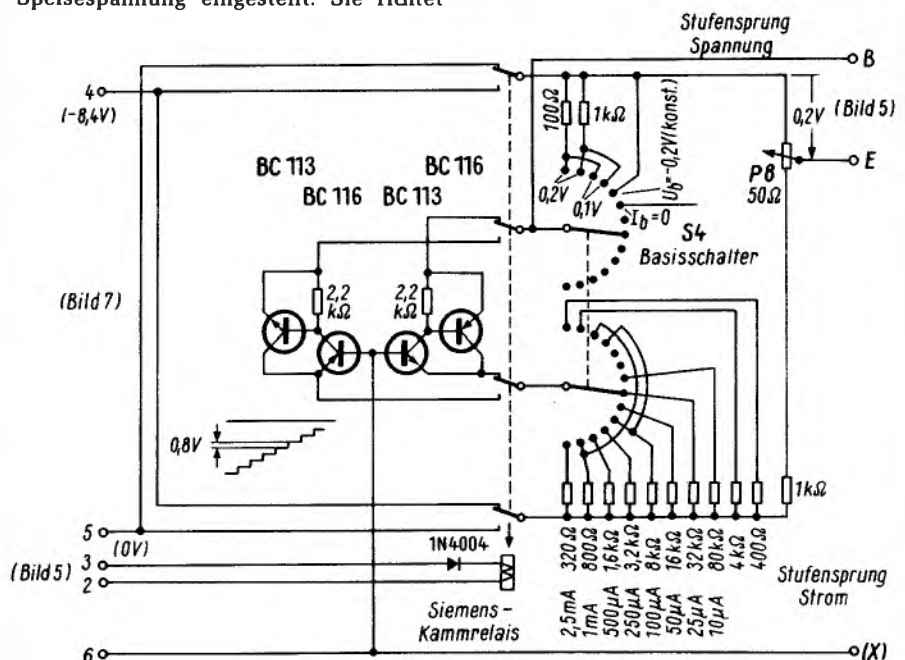

Bild 10. Umschaltung für die Basisansteuerung mit Spannungs-Strom-Umsetzer
Diese Stufe (Bild 10) schließt sich an den Treppenspannungsgenerator an. Sie erhält über die Klemmen 4 und 5 ihre stabilisierte Speisespannung und über die Klemme 6 die Treppenspannung mit einem Stufensprung von 0,8 V. Diese Spannung ist auch an die Buchse (X) herausgeführt und dient zur Aufnahme von Transistor-Eingangs-Kennlinien (Bild 11g und 11h). Über die Klemmen 3 und 2 wird die Spannung vom Wahlschalter S 3 (Bild 5) für die Betätigung des Kammrelais zugeführt. Im stromlosen Zustand des Relais (gezeichnete Stellung) sind nur die beiden rechten und im stromführenden Zustand die beiden linken als komplimentärer Darlington-Emitterfolger arbeitenden Transistoren BC 116 und BC 113 eingeschaltet. Im ersten Fall erhält die Buchse B für den Basisanschluß des Prüflings eine negative und im zweiten Fall eine positive Spannung entsprechend der durch den Wahlschalter S 3 (Bild 5) eingeschalteten Polarität der Kollektorspannung.
Mit der oberen Ebene des Basisschalters S 4 kann man der Basis-Emitter-Strecke des Prüflings wahlweise einen 100-Ω- oder einen 1-kΩ-Widerstand parallel schalten, wobei über die untere Schaltebene ein Konstantstrom von 2, 0,2, 1 oder 0,1 mA/Stufe eingestellt wird. Über den Einstellwiderstand P 8 ist der Emitter mit einer Spannung von ± 0,2 V vorgespannt (Bild 10). Für die Prüfung von Siliziumtransistoren erhält man so eine Basis-Treppenspannung von 0 bis ± 1,4 V bei einem Innenwiderstand von 100 Ω oder 1 kΩ und für Germaniumtransistoren eine solche von ± 0,1 bis ± 0,6 V, ebenfalls wahlweise mit 100 Ω oder 1 kΩ Innenwiderstand.
Zum Schluß wird zwischen die Buchsen B und E (Bild 10) ein Widerstand von 100 Ω gelegt und die Spannung an diesem Widerstand mit einem Oszillografen gemessen. In der Stellung „1 mA“ des Basisschalters S 4 muß die erste